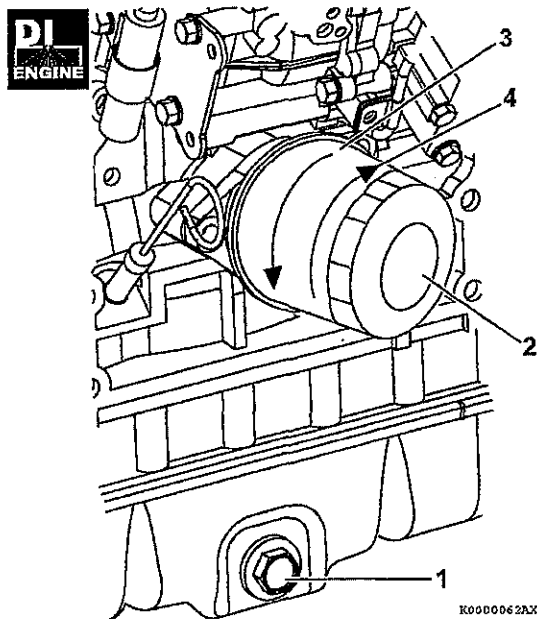

図 19
6. オイルパンからドレン抜きプラグ (1, 図 19) を取り外します。潤滑油が抜き出されます。
1. フィルタレンチを使って、潤滑油フィルタ (2, 図 19) を左に回します (3, 図 19)。
3. 新しい潤滑油フィルタのガスケット表面にエンジン潤滑油をうすく塗布します。その後、座面が取付面に当たるまで手で右回しで (4, 図 19) 締めます。さらに、フィルタレンチを使って規定トルクで締め付けます。(または、1 回転締め付けます。)